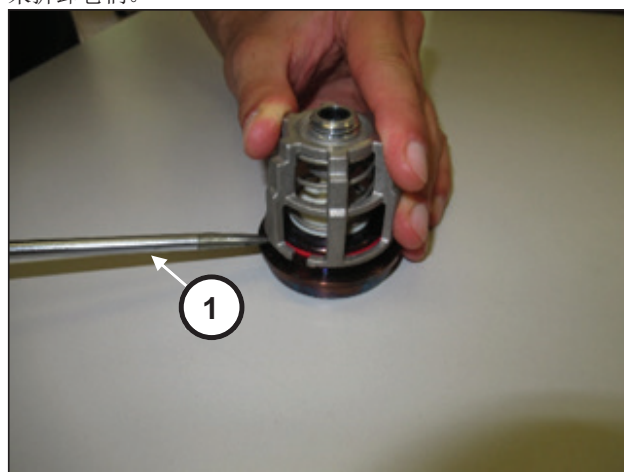

图 108
使用简单的工具(位置①, 图 108)撬动吸入阀组和排出阀组来拆卸它们。